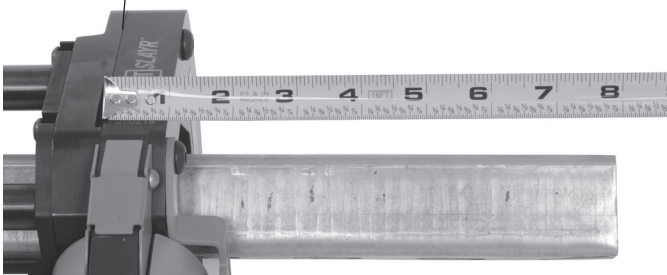

Figure 6A – Mesure de la longueur du chemin de câble
- a. A l'aide de l'encoche de ruban située à l'arrière de la face de coupe (Figure 6A).